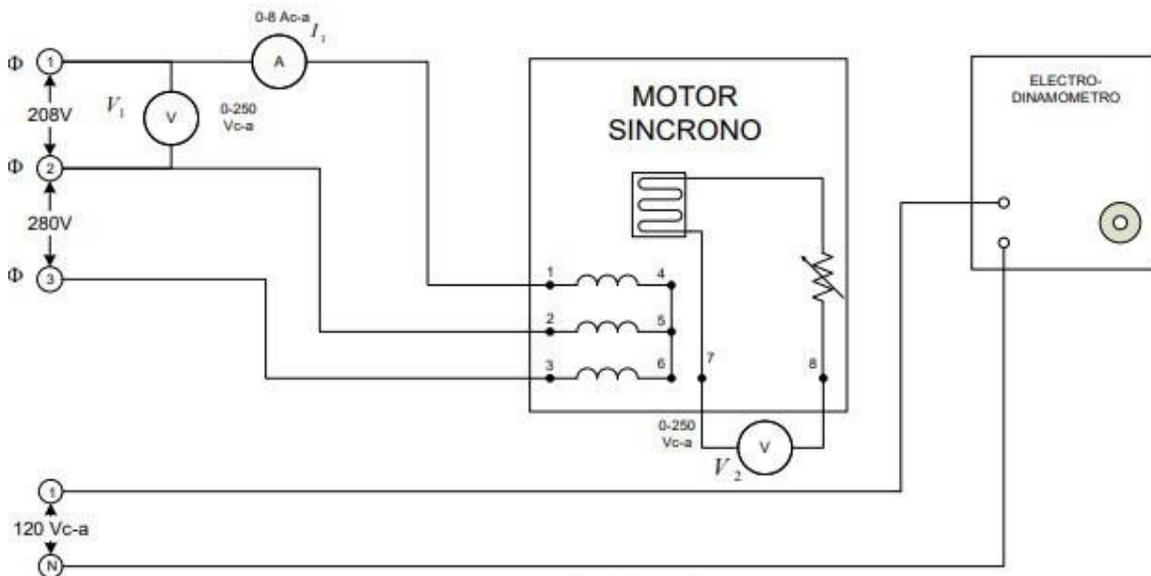

FIGURA 3
10. Conecte el Circuito que se ilustra en la figura 3. Observe cómo está conectado el motor